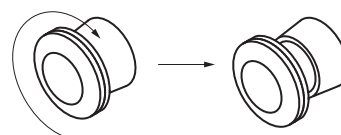

Abb. 2.2 Deaktivieren des Notaus-Schalter (E-STOP).
3. Vergewissere dich, dass der **Notaus-Schalter (E-STOP)** nicht gedrückt ist. Ist er es, drehe ihn so weit wie möglich im Uhrzeigersinn und lass ihn los (Abb. 2.2).